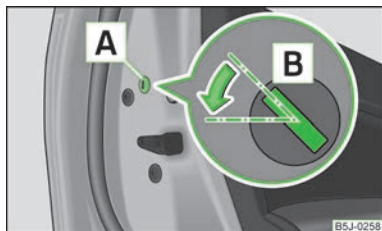

Fig. 14
- Desmontar el paramento **A** » fig. 14.